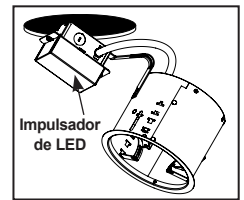

Figura 4
Paso 5. Presione la carcasa a través de la abertura en el techo de modo que esté a ras con el techo (Figura 4). Presione los clips de retención hacia arriba hasta que cada pestaña de clip se traben en su lugar. Se proporciona un clip de ranura "T" para soporte adicional. Inserte el clip a través de la ranura "T" desde adentro de la carcasa, fuerce el clip hacia abajo con un destornillador hasta que el clip esté asentado. Asegure el clip apretando el tornillo (Figura 5).